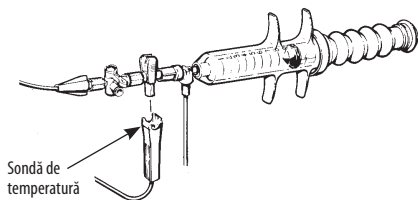

Figura 5. Sonda de temperatură și teacă montată pe traseu cu curgere continuă
2. Inserați sonda de temperatură a soluției injectate în supapa de pe traseul cu curgere continuă/supapa de control până când se fixează în poziție cu un clic (Figura 5). Fixați sistemul, pentru a minimiza deplasarea acestuia în raport cu pacientul.